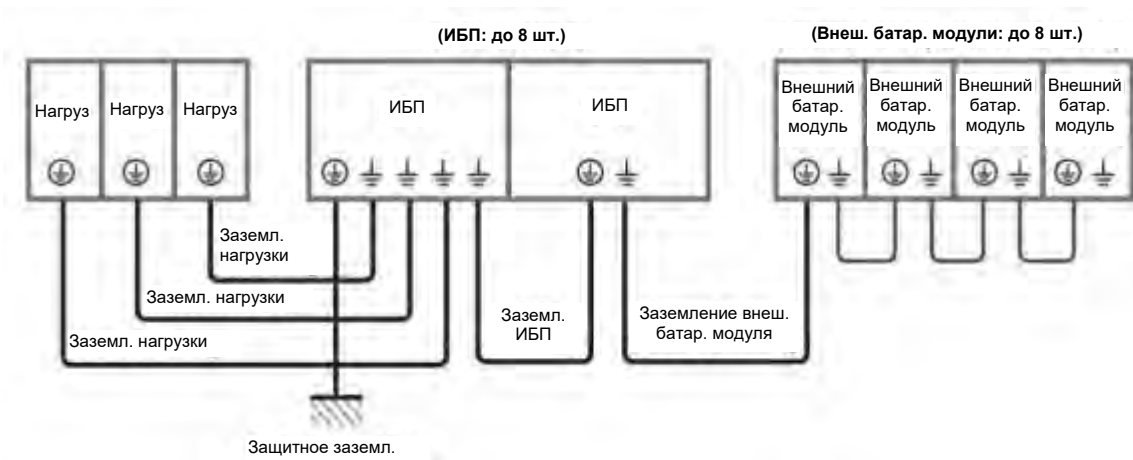

Рисунок 5-15: Схема заземления, параллельные устройства
- 4 См. **Рисунок 5-15** для заземления параллельных ИБП, внешнего батарейного модуля (модулей) и важных нагрузок.
- 5 См. **Рисунок 5-15** для заземления параллельных ИБП, внешнего батарейного модуля (модулей) и важных нагрузок.